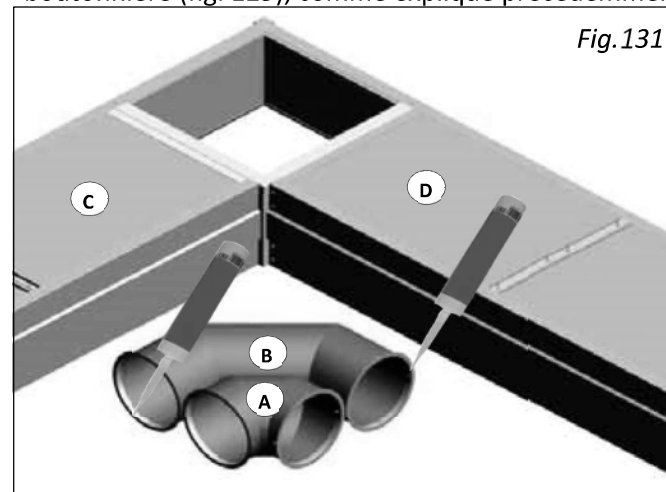

Fig.131
Etendre dans les brides d'accrochage des courbes un cordon de silicone comme le montre la fig. 131. Adosser les brides de la courbe à court rayon (A) et de la courbe à grand rayon (B) dans les brides du premier module linéaire (C), enclencher la bague de fermeture, fixer au moyen d'écrou et contre-écrou les deux brides, voir fig. 132. Exécuter les mêmes opérations pour l'accrochage des courbes bridées au deuxième module linéaire (D). Dans la fig. 132 pour un meilleur visuel des courbes l'isolement supérieur de la bande et du module courbe a été enlevé.